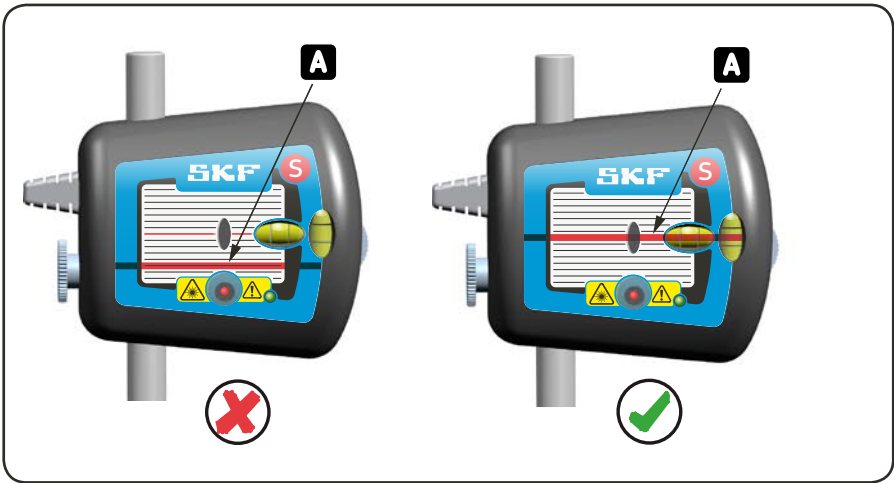

Fig. 9. Rikta in mot måltavlan
b) Rikta laserlinjerna så att de träffar måltavlans centrum på den motsatta mätenheten (fig. 9).